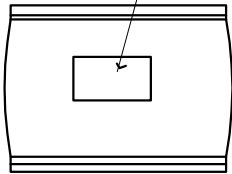

图2
- 1: 如图2, 袋装后贴上物料标签, 每小袋装500pcs。